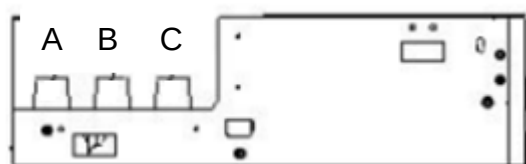

Рис. 9
- сняв заднюю панель шкафа, вы увидите высоковольтные выводы для подключения сборных шин (рис. 9);